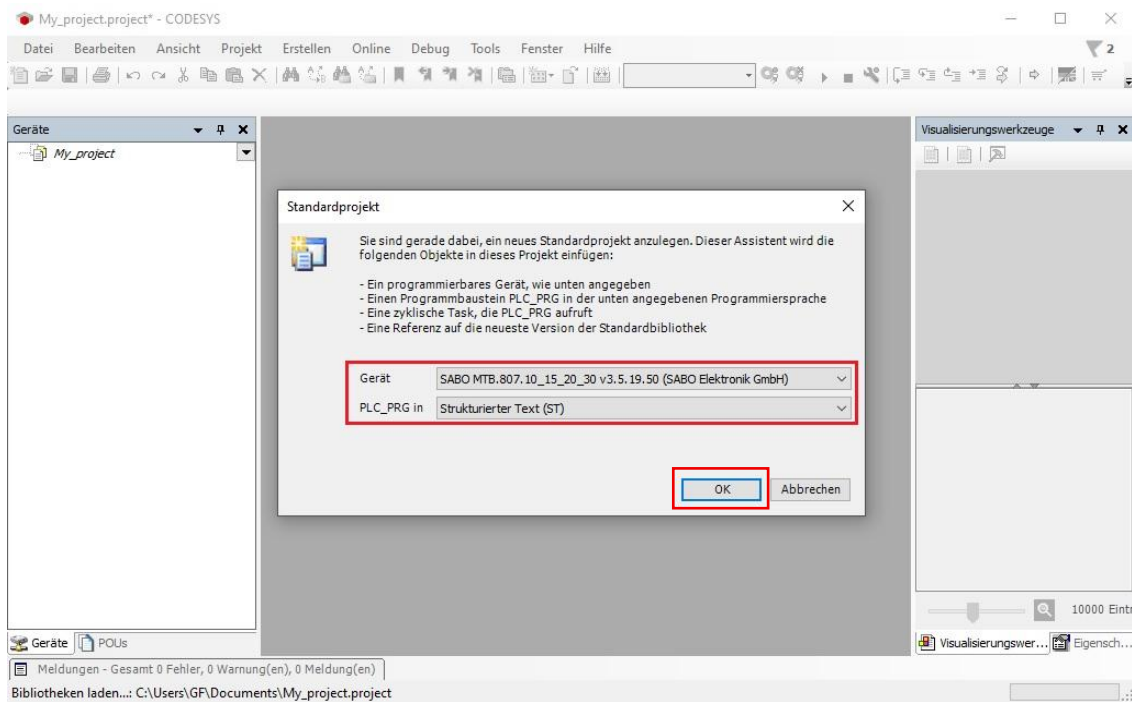

Abbildung 21: Konfiguration des Standardprojekts
Wir entscheiden uns in unserem Beispiel für Strukturierten Text (ST) und bei dem Gerät, was einer Steuerung entspricht, wählen wir MTB.807.10 aus, *Abbildung 21*. Mit **OK** übernehmen Sie Ihre Auswahl.